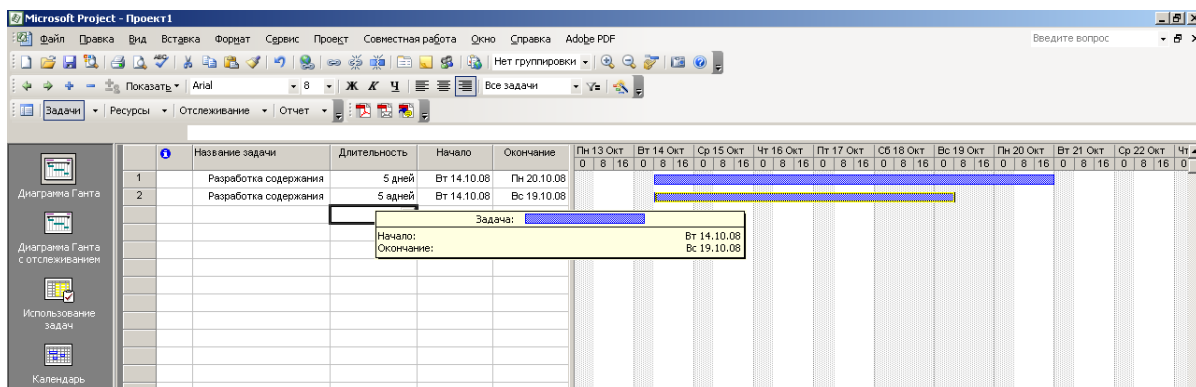

Рис. 2.13. Информационное окно работы (Task) при изменении даты начала работы
- Нажмите и удерживайте левую кнопку мыши. На экране появится информационное окно работы (Task) с указанием начальной (Start) и конечной (Finish) даты этой работы (рис. 2.13).